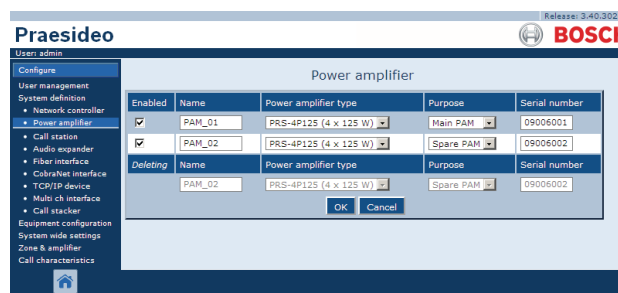

Abb. 42.10: Endstufe löschen, Schritt 3
- Klicken Sie auf die Schaltfläche **Löschen**. Im Mainframe der webbasierten Benutzeroberfläche erscheint ein Bildschirm, der dem in Abb. 42.10 ähnelt.